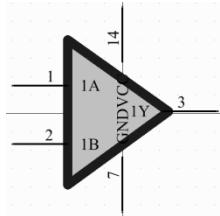
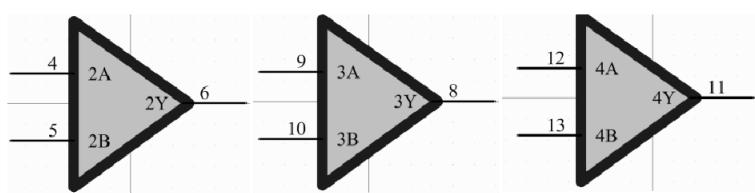

图 4-31 Part A 的管脚放置
图 4-32 Part B、Part C、Part D
- (4) 放置 Part A 规划的管脚，可以按照三角的方式放置，对于公用的 VCC 和 GND 管脚也可以放置在这个子件里面，如图 4-31 所示。
- (5) 执行菜单命令“工具-新部件”，分别创建 Part B、Part C、Part D。
- (6) 按照第(1)步功能模块的分类及第(3)、(4)步的创建方法分别绘制好元件内容，如图 4-32 所示。